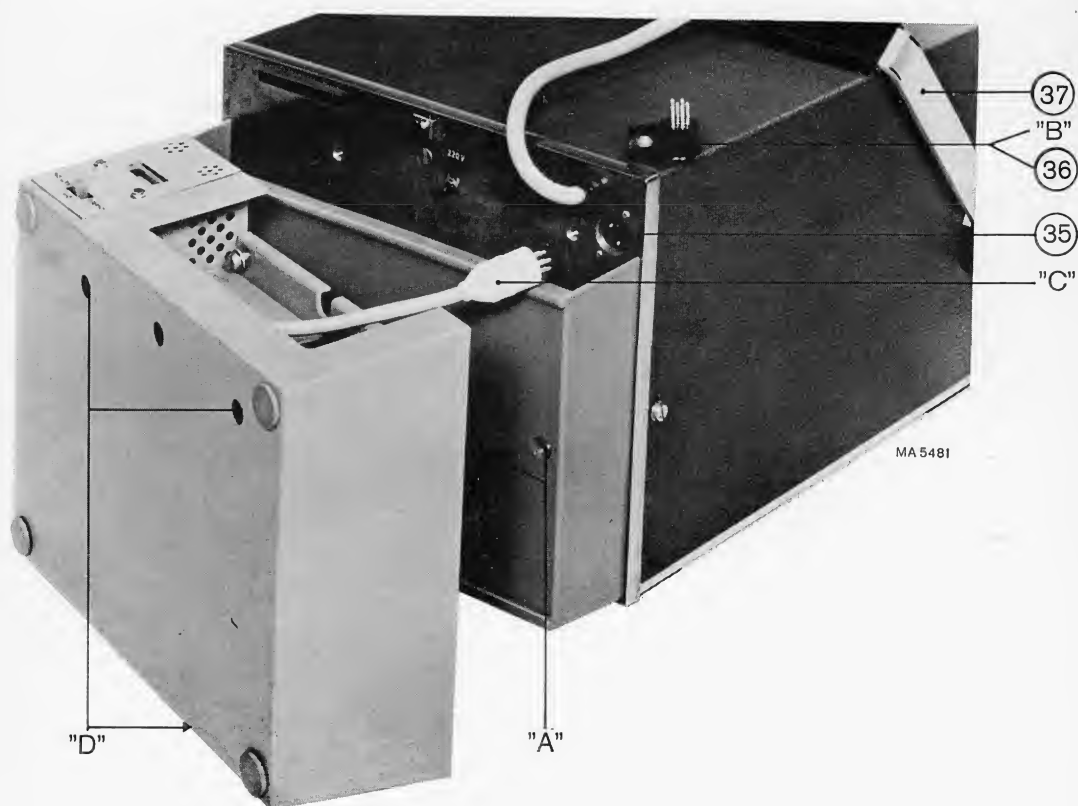

Fig. 13. Installatie batterijbak + achteraanzicht met verwijzing voor onderdelen
2. Installatie (zie fig. 13)
- Verwijder doorverbindingsstekker BU6 (dit is post 36 uit fig. 13) en steek steker BU8 van de adapter in bus BU5 (dit is post 35 uit fig. 13).